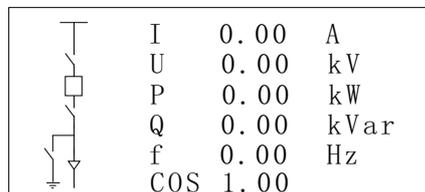

图 7-1 显示刀闸位置主信息图
7.2.1 装置上电后, 显示装置型号及公司名称, 5s 后退出; 转入显示装置“主信息图”, “主信息图”可以在设置参数菜单中选择显示普通刀闸、手车位置、只显示断路器或者不显示(具体设置请参阅 7.2.8 节“设置”)。如下图 7-1 所示:
在图 7-1 (主信息图) 状态下按“确认”键进入主菜单。如图 7-2~7-4 示: